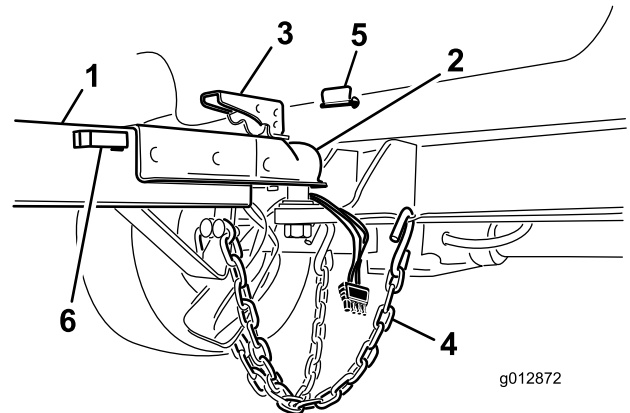

Figure 11
2. Soulevez le levier du coupleur sur la flèche tout en abaissant le couvercle sur l'attelage à boule (Figure 11).